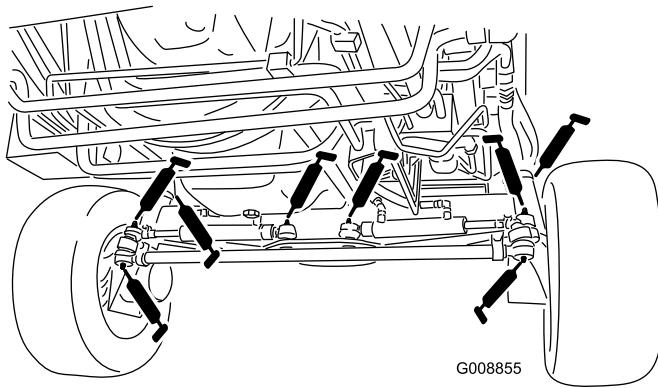

図 49
- ステアリングシリンダのボールジョイント4ヶ所 図 49
- タイロッドのボールジョイント2ヶ所 図 49
- キングピンのブッシュ2ヶ所(図 49)